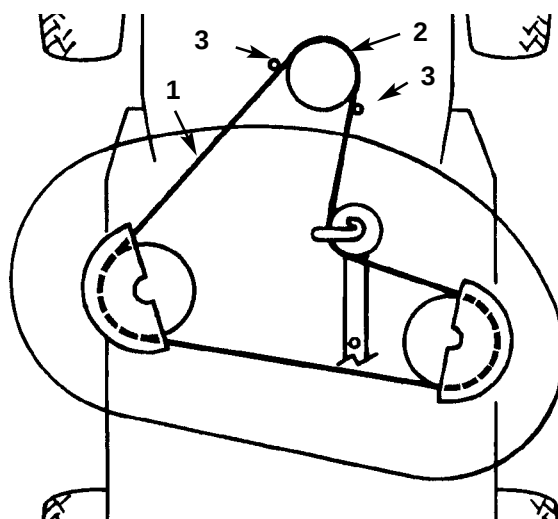

Fig. 42
14. Fjern klippeenhedsremmen fra den nederste motorremskive (fig 42). Hvis man er forsigtig, kan man bøje remstyret (ene) lige langt nok væk fra remskiven til at fjerne remmen. Hvis det er for vanskeligt at fjerne remmen, skal man løsne boltene og møtrikkerne, som fastholder remstyrene.
4. Montér klippeenhedsremmen på den nederste motorremskive (fig. 42). Hvis man er forsigtig, kan man bøje remstyret (ene) lige langt nok væk fra remskiven til at montere remmen. Hvis det er for vanskeligt at montere remmen, skal man løsne boltene og møtrikkerne, som fastholder remstyrene.